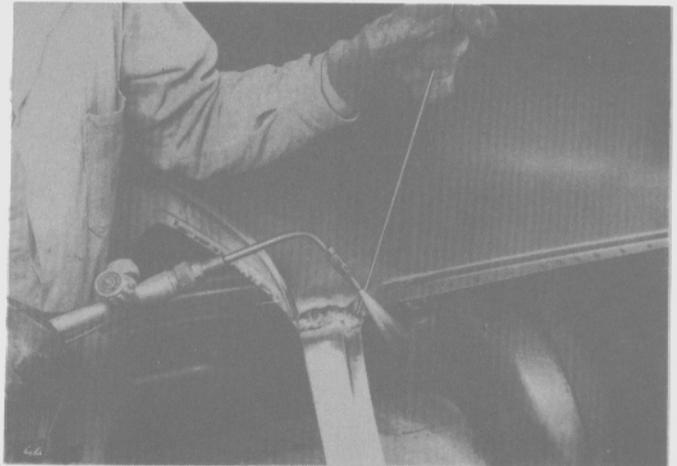

Fig. 56
- Estañar las esquinas delanteras del panel de techo a los pilares "A" (Fig. 56).